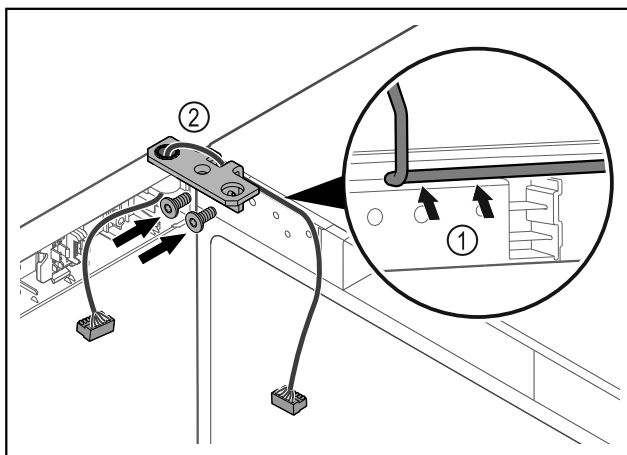

Fig. 44
- Vie kaapeli saranakulman aukon läpi ja aseta se varovasti paikalleen Fig. 44 (1).
- Kiinnitä saranakulma Fig. 44 (2) ruuveilla paikalleen.